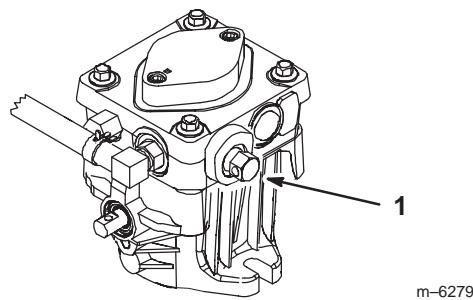

Figure 22
3. Tournez les vannes de dérivation d'un tour dans le sens anti-horaire pour pousser la machine. Cela permet au liquide hydraulique de contourner la pompe et aux roues de tourner (Fig. 22).
1. Tournez les vannes de dérivation d'un tour dans le sens horaire pour utiliser la machine (Fig. 22).